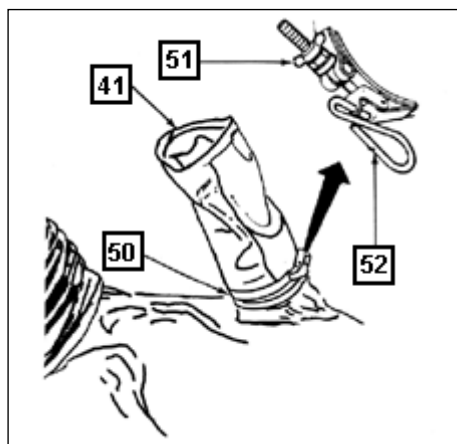

Fig 8-22. Braçadeira da coifa da Mtr coaxial
(11) Colocar a coifa(41) sobre o duto(49) da Mtr Coax. Colocar a braçadeira de soldura rápida (50) sobre a coifa(41), tendo o cuidado para não cobrir a capa do duto. A porca deve ser apertada voltada para cima e o anel de soldura rápida deve ser mantido para a direita do veículo. (Fig 8-22)